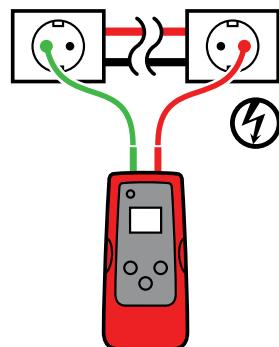

Figure 3.2a
2. Connectez le câble rouge au fil de ligne sous tension (sur le côté charge du système). Le signal sera UNIQUEMENT transmis entre la prise à laquelle le transmetteur est raccordé et la source d'alimentation (voir Figure 3.2a).